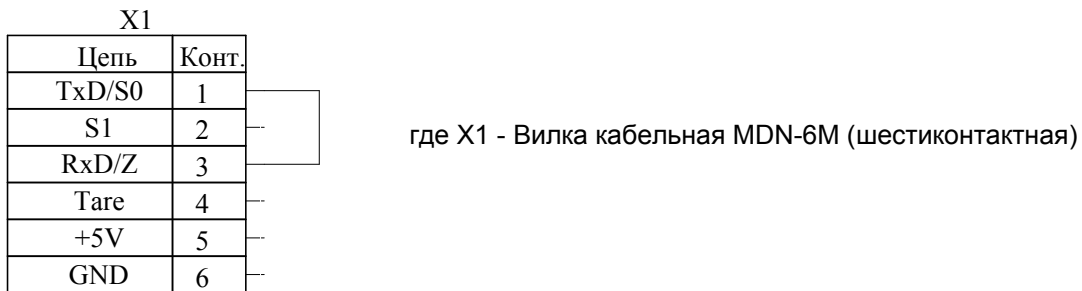

Рис.4.1. Заглушка для проверки интерфейса весов МК.
4.9.2 Присоедините к интерфейсному разъему технологическую заглушку (см. рис.4.1).